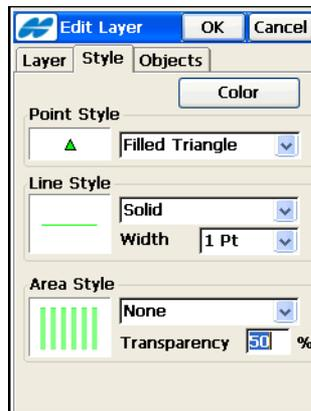

Abbildung 6-24. Bearbeiten von Layerstilen
- Definieren Sie im Register *Stil* (Abbildung 6-24) die Darstellungseigenschaften für Linien und Punkte in diesem Layer.